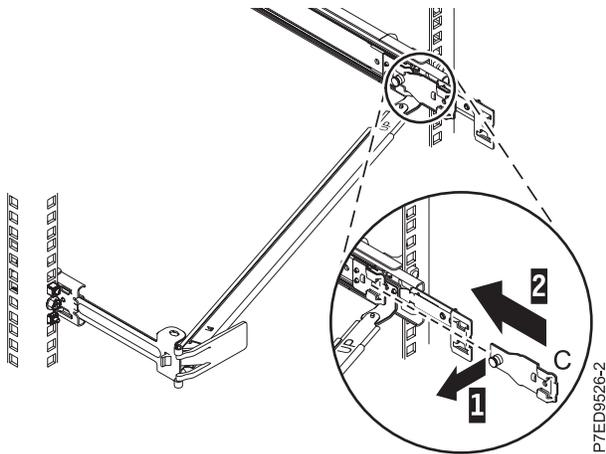

Abbildung 16. Halterung in Schiene installieren
5. Bringen Sie die Halterung (**C**) an der Aussparung an der Innenseite der rechten Schiene an, indem Sie den Stift herausziehen (**1**) und die Halterung (**C**) in die Schiene schieben, bis der gefederte Stift einrastet (**2**) (siehe Abb. 16 auf Seite 13).